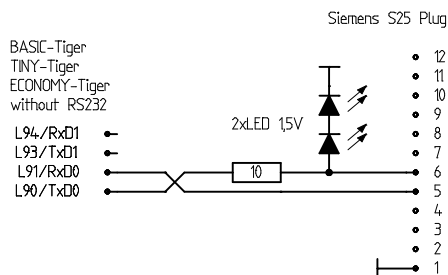

Bild 5 Schaltung Tiger ohne RS232 direkt an S25-Stecker
- Wenn Sie einen Tiger ohne eingebaute RS232-Pegelwandler benutzen wollen (die billigste Lösung!), können Sie sich auch das teure Datenkabel mit seiner inneren Elektronik sparen. Sie legen die TTL-Pegel der SER0 direkt an das Handy, müssen aber auf eine Begrenzung des abgehenden Signals auf etwa 3 V achten (Bild 5). Problematisch bei dieser Lösung ist lediglich der handyseitige Stecker. Der kostet auch einiges und Sie müssen filigrane Lötarbeiten erledigen. Wenn Sie Glück haben, können Sie einen solchen Stecker im Zubehörhandel erwerben. Eine andere Lösung ist, wenn Sie einen Stecker aus nicht mehr benötigten Zubehöerteilen ausbauen – das einfache Headset mit Ohrhörer und Mikrofon z.B. bringt einen voll bestückten Stecker zum Löten mit und ist meist noch billiger als ein simpler Stecker.